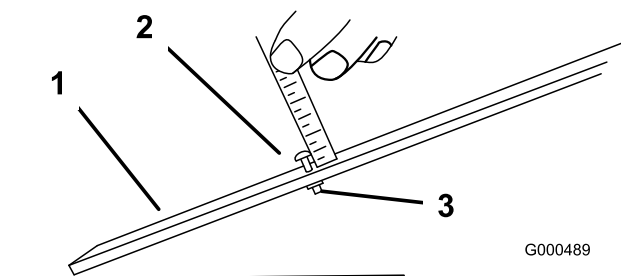

Figure 54
2. Desserrez l'écrou du gabarit (Figure 54) et tournez la vis de réglage de manière à obtenir la hauteur de coupe voulue. L'écartement entre la base de la tête de la vis et la face du gabarit correspond à la hauteur de coupe.